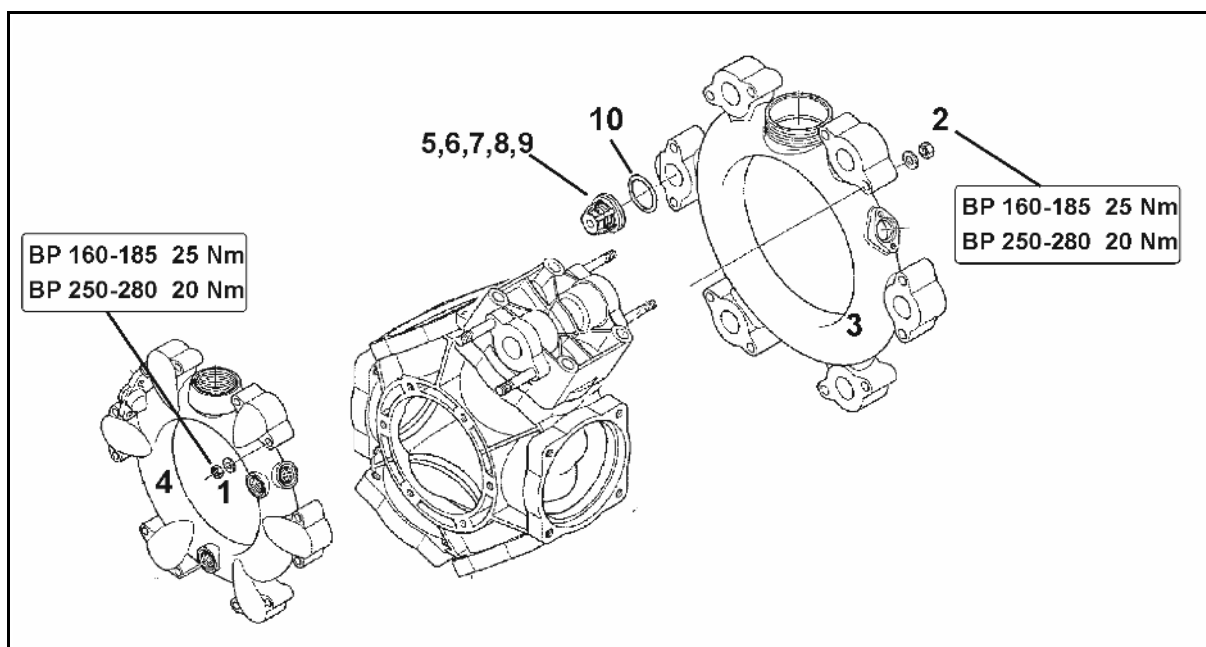

Fig. 191
- Fare attenzione alle rispettive posizioni di montaggio delle valvole di aspirazione e pressione prima di smontare i gruppi di valvole (Fig. 191/5).
- Durante l'assemblaggio fare attenzione che la guida della valvola (Fig. 191/9) non venga danneggiata. Eventuali danni possono portare al bloccaggio delle valvole.
- È assolutamente necessario serrare i dadi (Fig. 191/1, 2) incrociando e applicando la coppia di serraggio indicata. Un serraggio non corretto delle viti comporta deformazioni e conseguente mancanza di tenuta.
2. Rimuovere i dadi (Fig. 191/1,2).
3. Rimuovere i canali di aspirazione e di mandata (Fig. 191/3 e Fig. 191/4).
4. Estrarre i gruppi valvole (Fig. 191/5).
5. Controllare l'eventuale presenza di danni o usura su sede della valvola (Fig. 191/6), valvola (Fig. 191/7), molla della valvola (Fig. 191/8) e guida valvola (Fig. 191/9).
6. Rimuovere l'O-ring (Fig. 191/10).
8. Montare i gruppi valvola (Fig. 191/5) dopo il controllo e la pulizia.
9. Inserire nuovi O-ring (Fig. 191/10).
10. Flangiare il canale di aspirazione (Fig. 191/3) e di mandata (Fig. 191/4) all'alloggiamento della pompa.
11. Serrare i dadi (Fig. 191/1, 2) in senso diagonale e applicando una coppia di serraggio di **25 Nm (BP 160-185) / 20 Nm (AR 250-280)**.